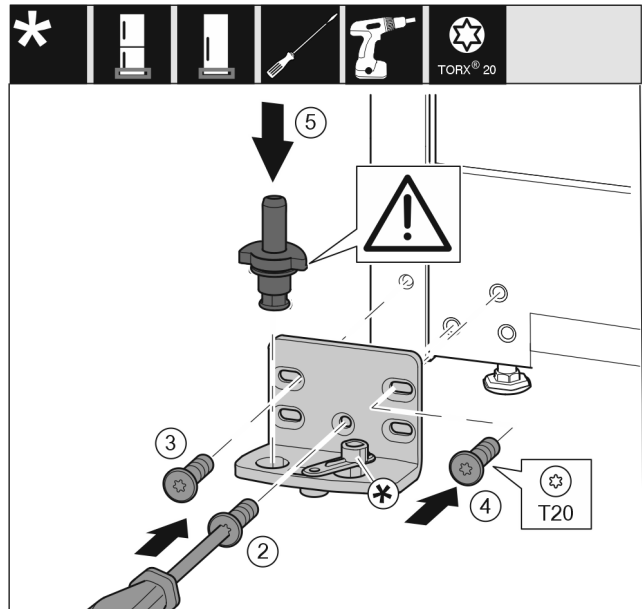

Fig. 17
- ▶ Monter lagerbukken på den andre siden, og skru den på med en skrutrekker T20. Begynn med skruen 2 nederst i midten. Fig. 17 (2)
- ▶ Skru fast skruen 3 og 4. Fig. 17 (3,4)
- ▶ Sett lagerbolten fullstendig på. Pass samtidig på at låsebolten peker bakover. Fig. 17 (5)